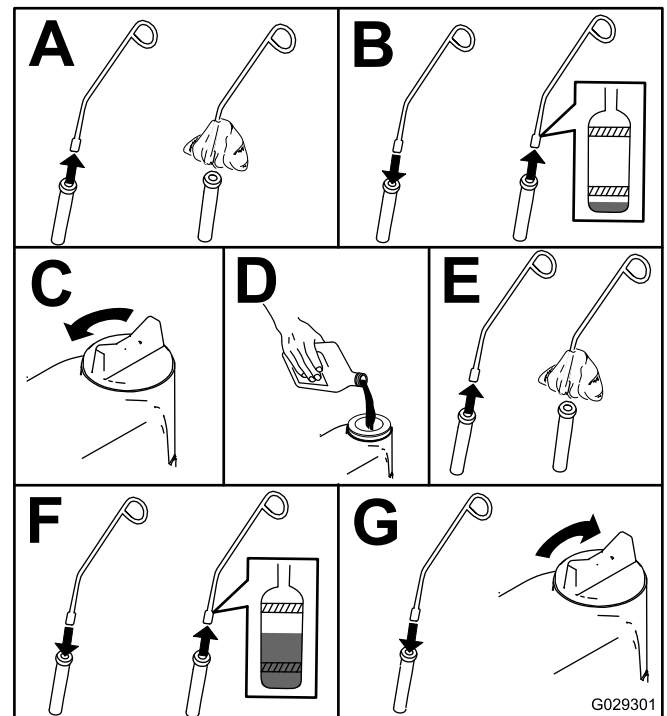

Figura 37
4. Compruebe el nivel de aceite del motor, tal y como se muestra en la Figura 37.